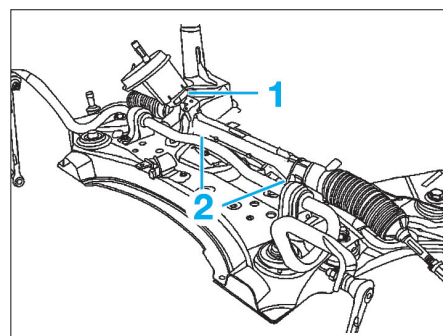

FIG. 11
- Dégrafer le joint de tablier (1) du boîtier de direction.
- Déposer les boulons (2) (Fig.11).